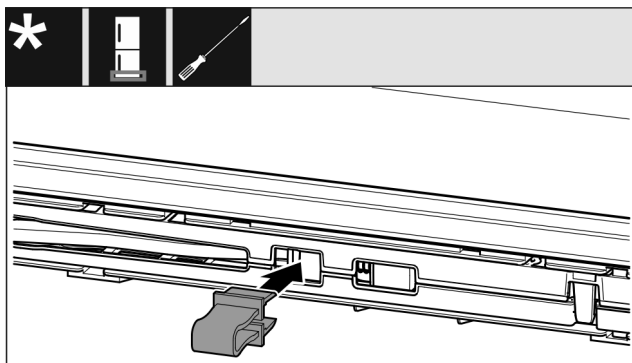

Fig. 14
- ▶ Lad sikringen klikke på plads i åbningen Fig. 14 (1).